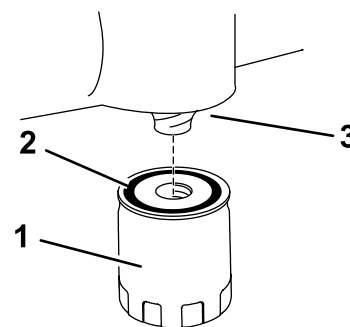

Figura 28
14. Instale el filtro de aceite nuevo en el adaptador de montaje. Gire el filtro de aceite en el sentido de las agujas del reloj hasta que la junta de goma entre en contacto con el adaptador, luego apriete el filtro de 2/3 a una vuelta más (Figura 28).